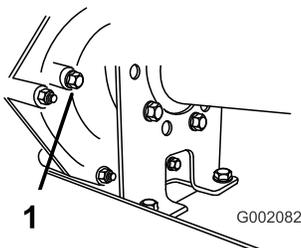

Figure 45
2. Enlevez le boulon de l'orifice de l'indicateur de niveau (Figure 45).